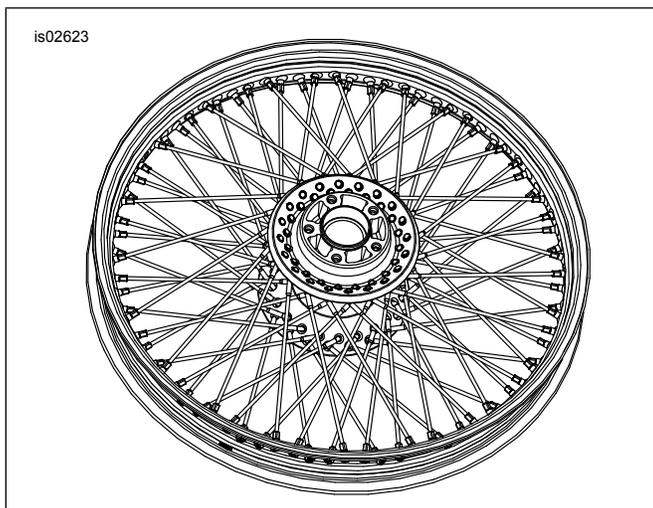

Figura 8. Installazione dei raggi interni restanti (la figura ritrae la ruota da 21 pollici)
10. Vedere Figura 8. Installare i raggi rimanenti della fila **interna**. Assemblare, senza serrare, i nippli del raggio.